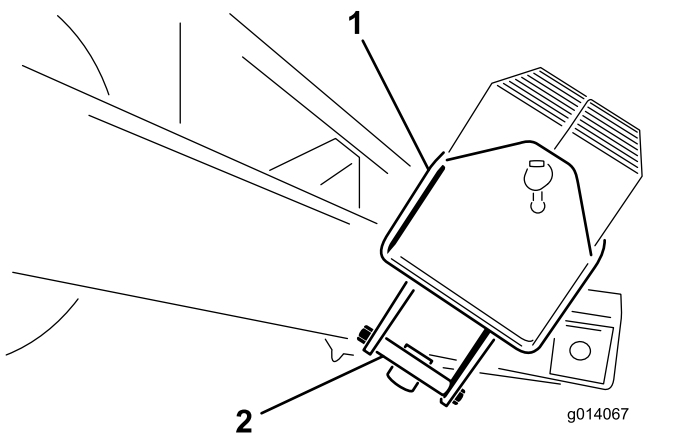

Figura 5
2. Retire los pernos ($\frac{1}{2}$ " x $5\frac{1}{2}$ "") del soporte de montaje que sujeta la caja de contrapesos. Deseche los soportes de montaje (Figura 5).